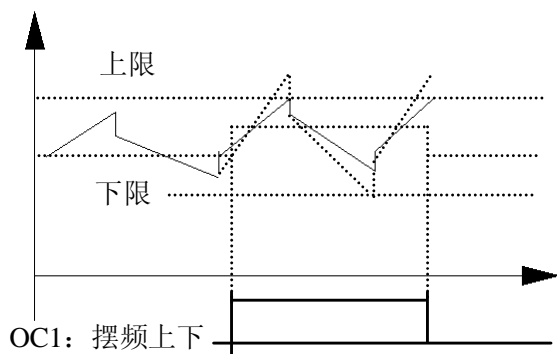

图 6-31 摆频幅度限制
- 7: 变频器欠压封锁停机中 (LU). 变频器运行过程中, 当直流母线电压低于限定水平时, LED 显示 “LU”, 输出指示信号。
- 16: **摆频上下限限制.**选择摆频功能后若以中心频率计算所得摆频的频率波动范围超过上限频率或低于下限频率时, 将输出指示信号, 如图 6-31 所示。